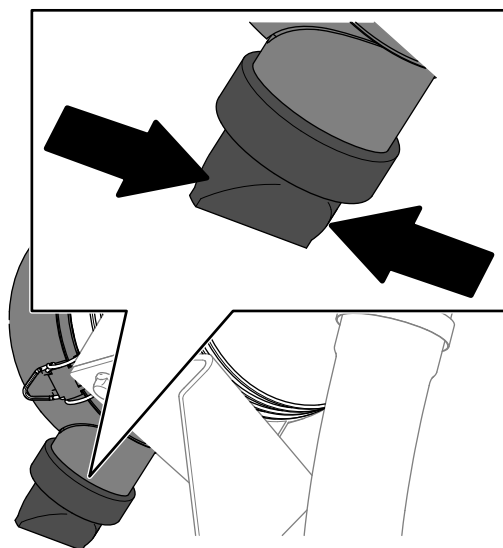

Figura 114
5. Strângeți supapa de evacuare a prafului (Figura 114).